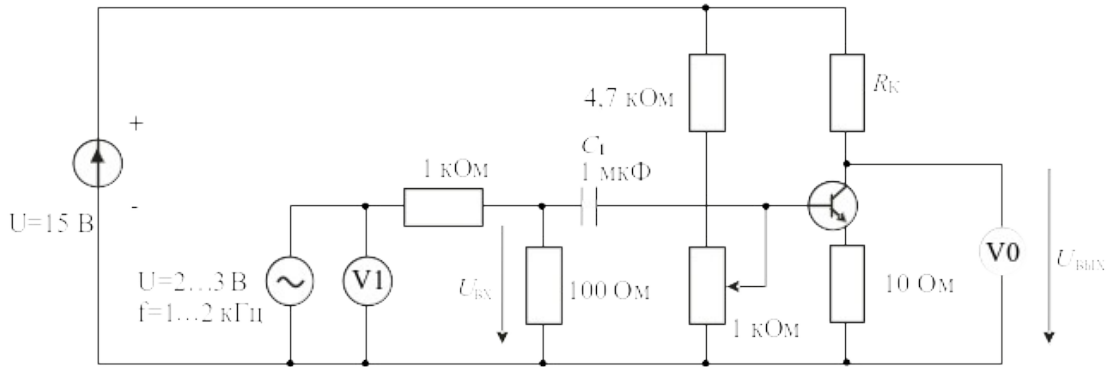

Рисунок 6 Схема для исследования влияния сопротивления в цепи коллектора на коэффициент усиления по напряжению
2.1. Соберите цепь согласно схеме (рис. 6). Для начала установите $R_K = 220 \text{ Ом}$. Подайте на вход делителя $1 \text{ кОм} / 100 \text{ Ом}$ синусоидальное напряжение ($2 \dots 3 \text{ В}$) частотой $1 \dots 2 \text{ кГц}$.